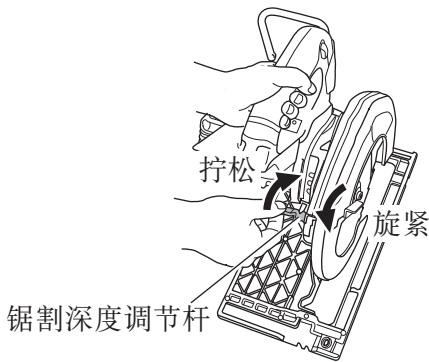
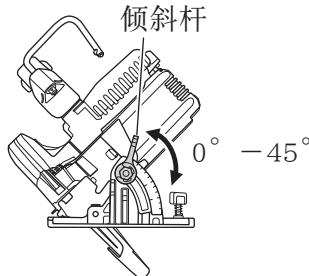

图18
图19
1. 调整锯割深度（图18）
如图19所示, 松开斜尺上的倾斜杆, 锯片与底座间将形成 45° 角。
2. 检查控制杆是否拧紧（第24—25页的图18、图19）